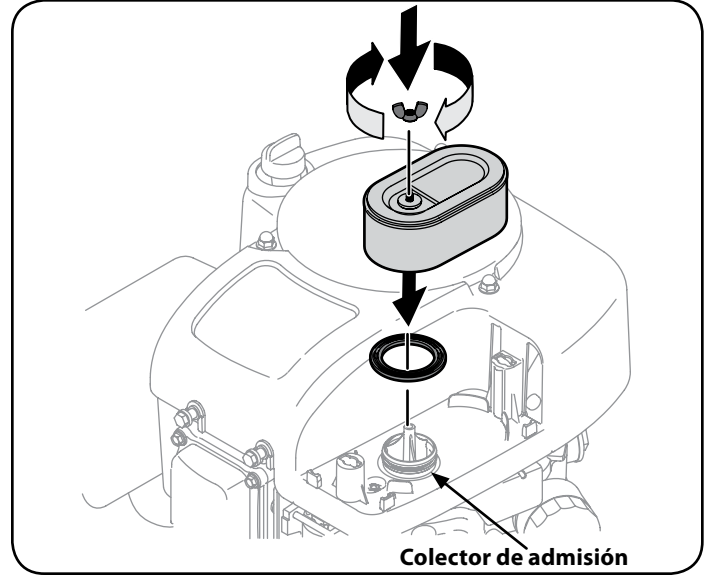

Figura 28
6. Sujete el filtro de aire nuevo con el elemento de espuma, para lo cual debe alinear el orificio del filtro de aire con el colector de admisión. Vea la Figura 28. Asegure con el tornillo de mariposa.